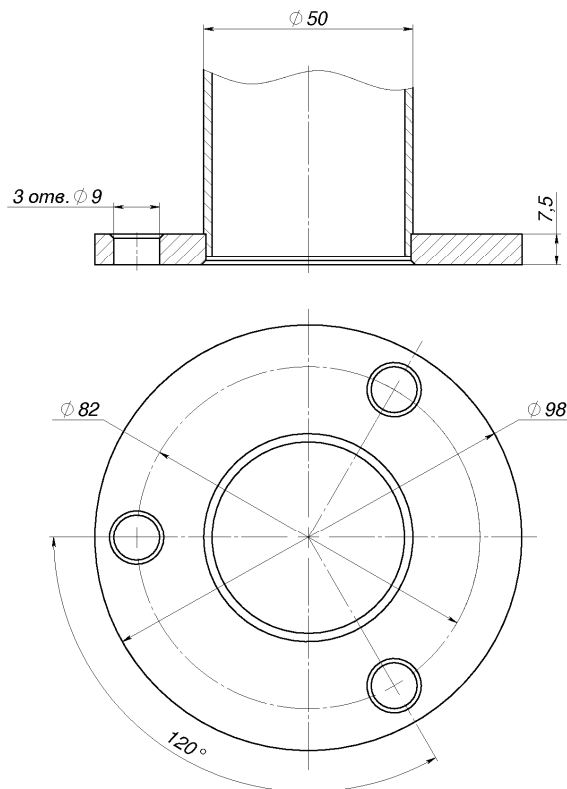

Рисунок 11 – Расположение отверстий под анкерные болты во фланцах стоек
8.2.4 Поставьте первую стойку в необходимом месте на установочную поверхность таким образом, чтобы расположение патрубков соответствовало необходимому расположению поручней. Придерживая стойку, разметьте через отверстия во фланце для анкерных болтов (см. рисунок 11) расположение на установочной поверхности трёх отверстий под анкеры. Положите стойку.